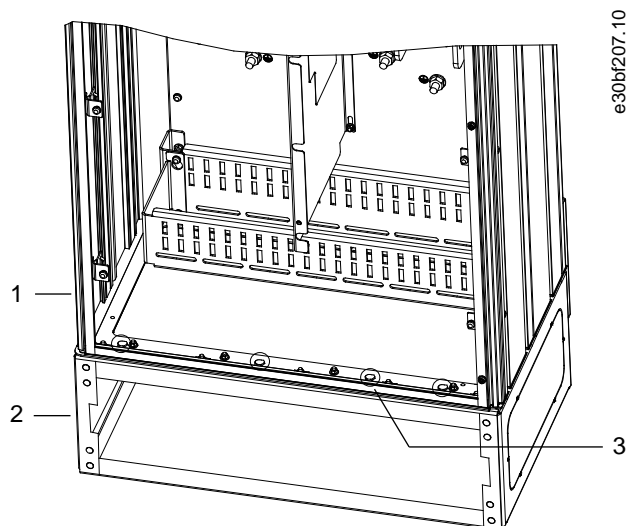

Рисунок 12: Точки крепления подставки к корпусу
4. Закрепите корпус вокруг верхней плоскости подставки с помощью шести фиксаторов M10x30. См. Рисунок 12. Затягивайте каждый из болтов без усилия, пока все не будут завернуты на место.